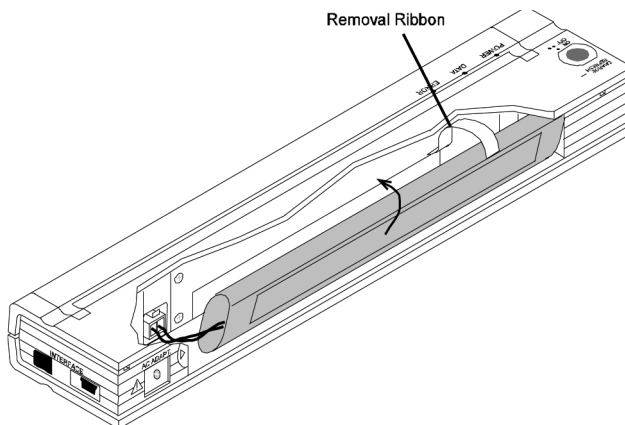

Figura 12. Sistemazione della batteria all'interno del vano batteria
- Afferrare il nastro per la rimozione della batteria, attaccato all'interno del vano batteria. Vedere Figura 12.